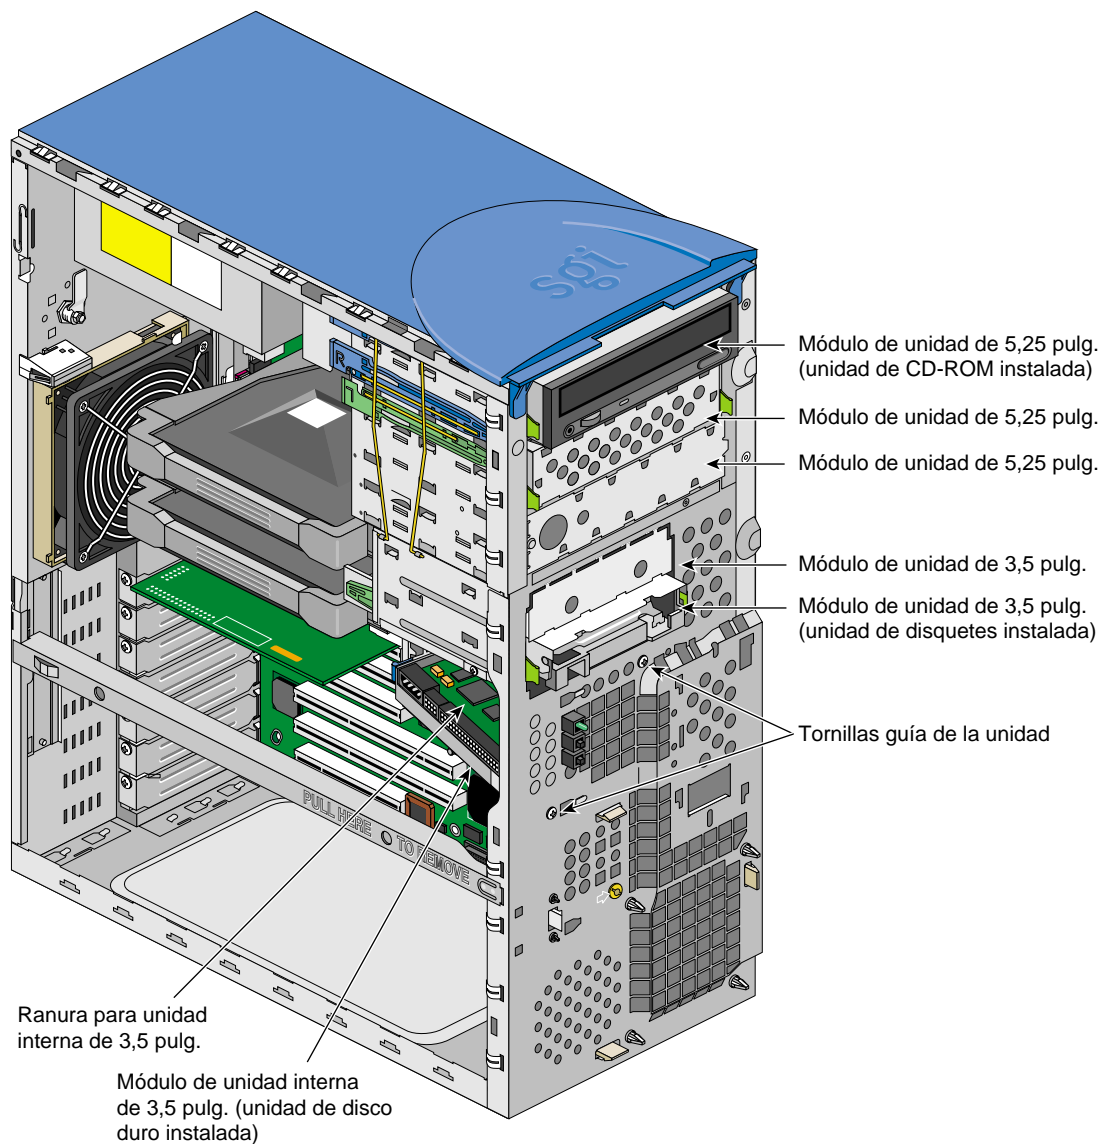

Figura 1-5 Módulos de unidades de 5,25 y 3,5 pulgadas
- La Silicon Graphics 550 Visual Workstation dispone de tres módulos de unidades de 5,25 pulgadas y cuatro de 3,5 pulgadas, como se muestra en la Figura 1-5. El acceso a los tres módulos de 5,25 pulgadas se realiza desde el panel frontal. Dos de las unidades de 3,25 pulgadas están colocadas en el panel frontal (tras la cubierta), mientras que las otras dos están en el interior del chasis y se accede a ellas desde el interior.